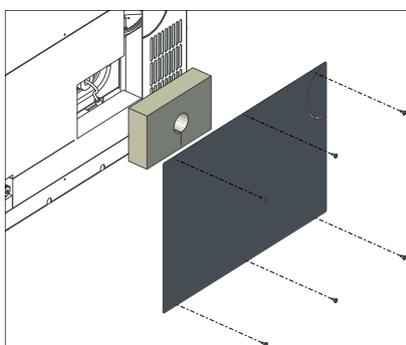

Fig. 55 Dévisser le recouvrement, retirer l'isolation
- ▶ Dévisser le recouvrement de la paroi latérale de droite (6 vis à tête), retirer l'isolation – Fig. 55.